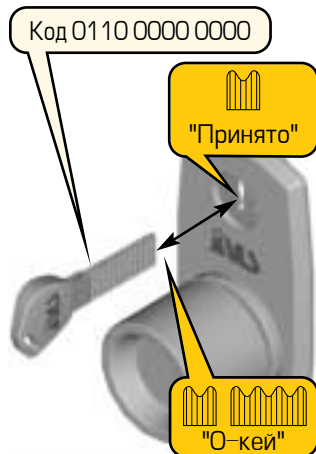

Рисунок 25 – Обнуление ячеек памяти
2. Наберите на ключе код операции "Обнуление рабочих кодов" 0110 0000 0000 (рис. 25).